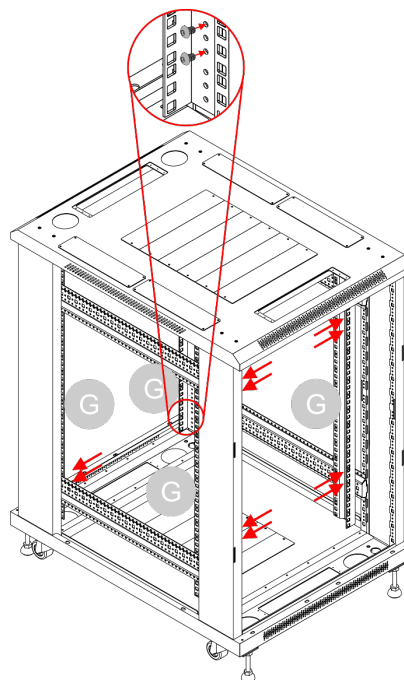

Fig. 32
- 16) Fissare le **staffe verticali (G)** alle **staffe orizzontali (H)**. Utilizzare 2 **viti (O)** per angolo sui 4 angoli superiori dell'armadio e 2 **viti (O)** per angolo sui 4 angoli inferiori del mobile, come illustrato nella Fig. 32.